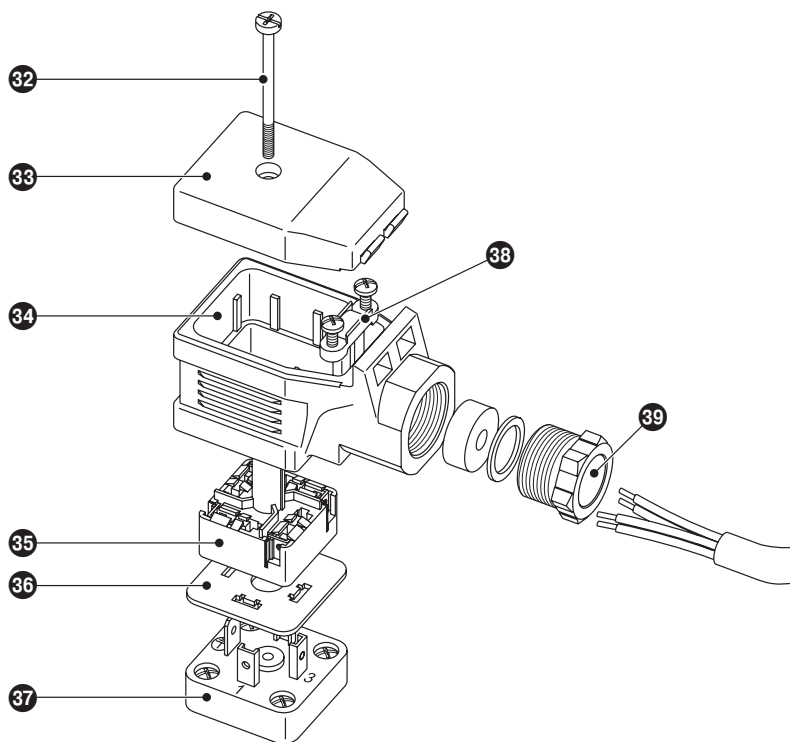

Fig. 23
1. Lossa skruv **32**. **Fig. 23**